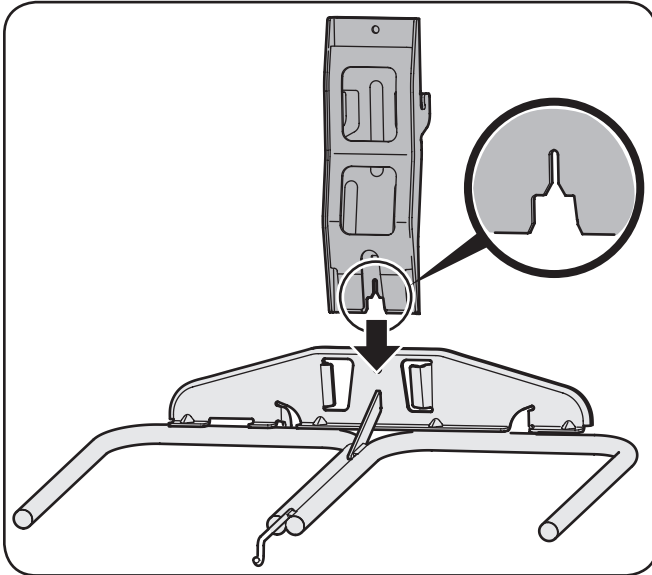
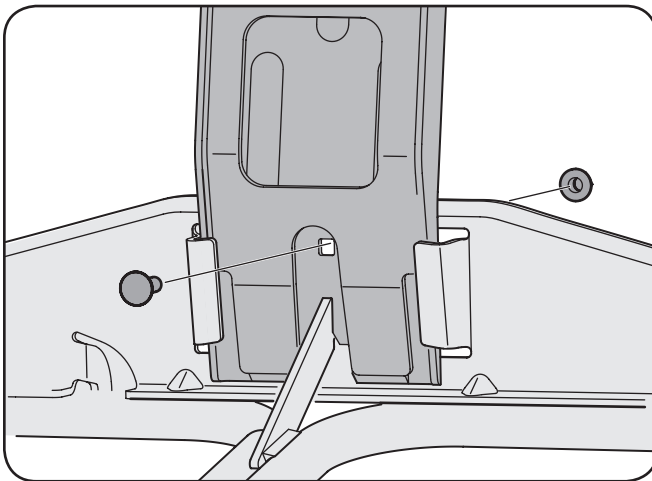

Figure 4-6
Figure 4-7
2. Insérez l'extrémité entaillée du support de fixation vertical dans l'assemblage du support de sac, comme à la figure 4-6, et la fixez avec un boulon de carrosserie 5/16-18 et un contre-écrou d'épaulement 5/16-18. Consultez la figure 4-7.